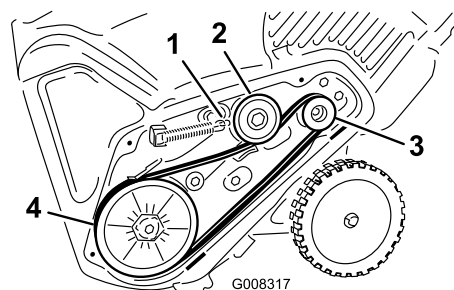

Figure 33
5. Montez et acheminez la nouvelle courroie comme indiqué à la Figure 33.
8. Raccrochez le ressort de frein au bras de la poulie de tension (Figure 33).